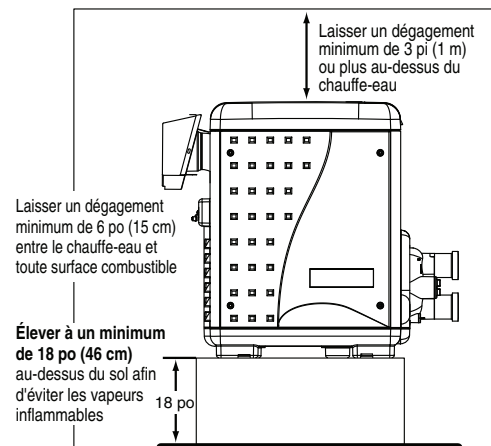

Figure 23.
Pour les pièces de rangement ou les garages résidentiels, le chauffe-eau doit être surélevé de 18 pouces (0,5 m) par rapport au sol, voir la figure 23. Lorsque l'installation se fait dans un garage, il faut installer un garde-corps ou un mur afin de protéger le chauffe-eau contre les voitures qui entrent et sortent.
- Brancher les fils entre les terminaux du tableau de commande sur le chauffe-eau et les relais électriques externes, tel qu'indiqué dans la figure 23. Utiliser au moins 2 relais par chauffe-eau, afin de permettre un réglage hors tension sur chaque mode de chauffage. Sélectionner les relais qui peuvent utiliser un interrupteur à niveau. NE PAS câbler les terminaux du coupe-circuit avec une tension secteur.
- Déplacer le cavalier (tel qu'indiqué sur la figure 23) pour activer la commande externe et pour désactiver la/les touche(s) « Pool ON » et « Spa ON » sur la commande à membrane (la touche « OFF » de la commande à membrane demeure active).